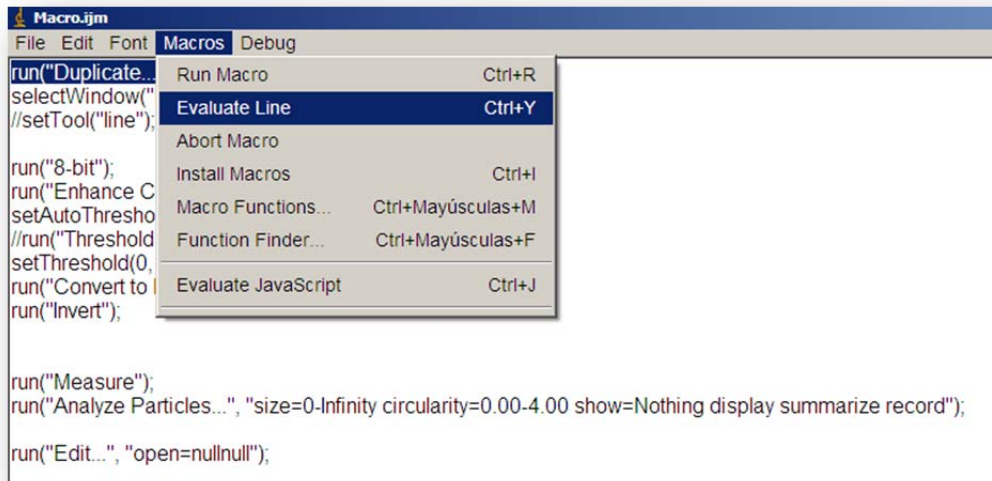

Figura 3 Detalle de la selección de la primera línea de la macro y su ejecución
4. Seleccionar la primera línea de la macro y ejecutarla. En el menú seleccionar **"Macros"** y luego **"evaluate line"** (Figura 3).